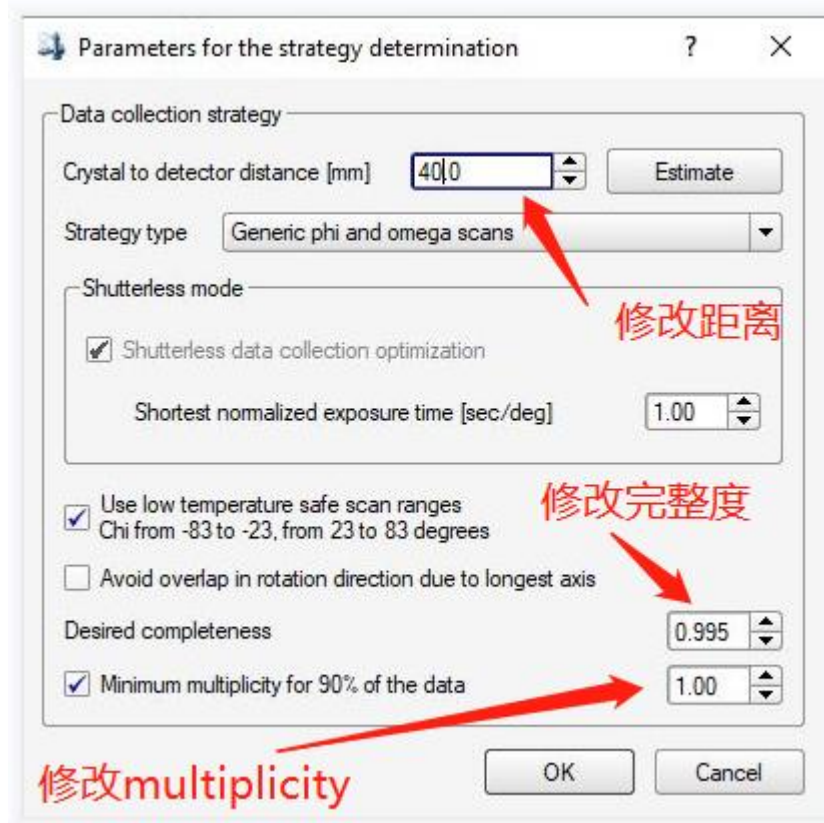
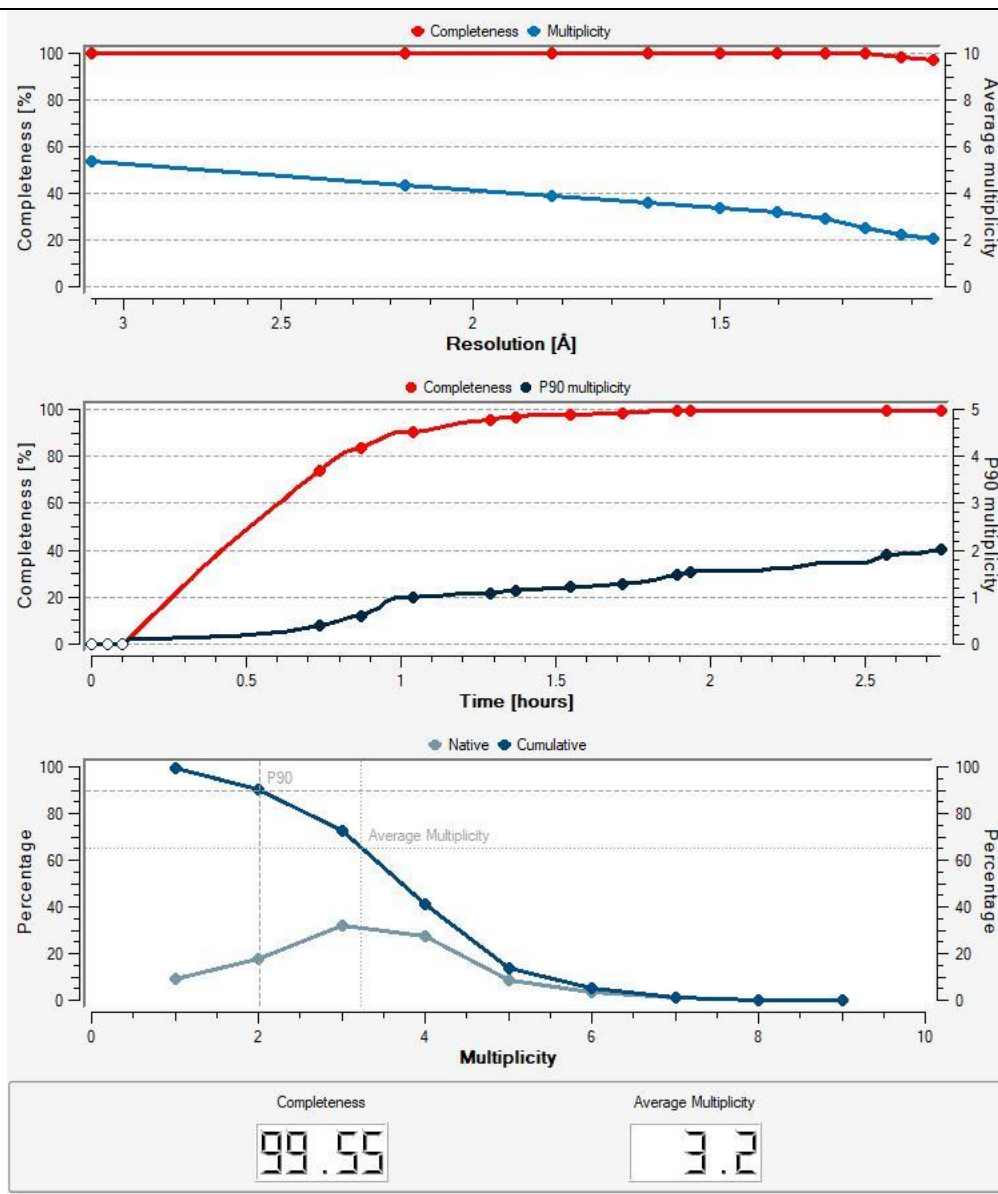

Figure 19. 修改决定策略时的参数
Figure 20. 完整度和平均多重度查看
(2) 点击 determine strategy，在弹出窗口中，正常情况下将 distance 改为 40，其他使用默认值就好。如果对 multiplicity 或完整度有要求，可修改 Figure 19 中的图示选项，注意该选项修改的是 minimum multiplicity for 90% of the data，不是平均冗余度，平均冗余度会在更新收集策略后在界面左下角显示（Figure 20）。我们建议普通晶体的平均 multiplicity 应该在 3 以上。如果晶体形状奇怪，为了获得更好的吸收校正，也需要适当地增加晶体测量中的 multiplicity。如需测量晶体的绝对构型，平均 multiplicity 应该控制在 6 以上。